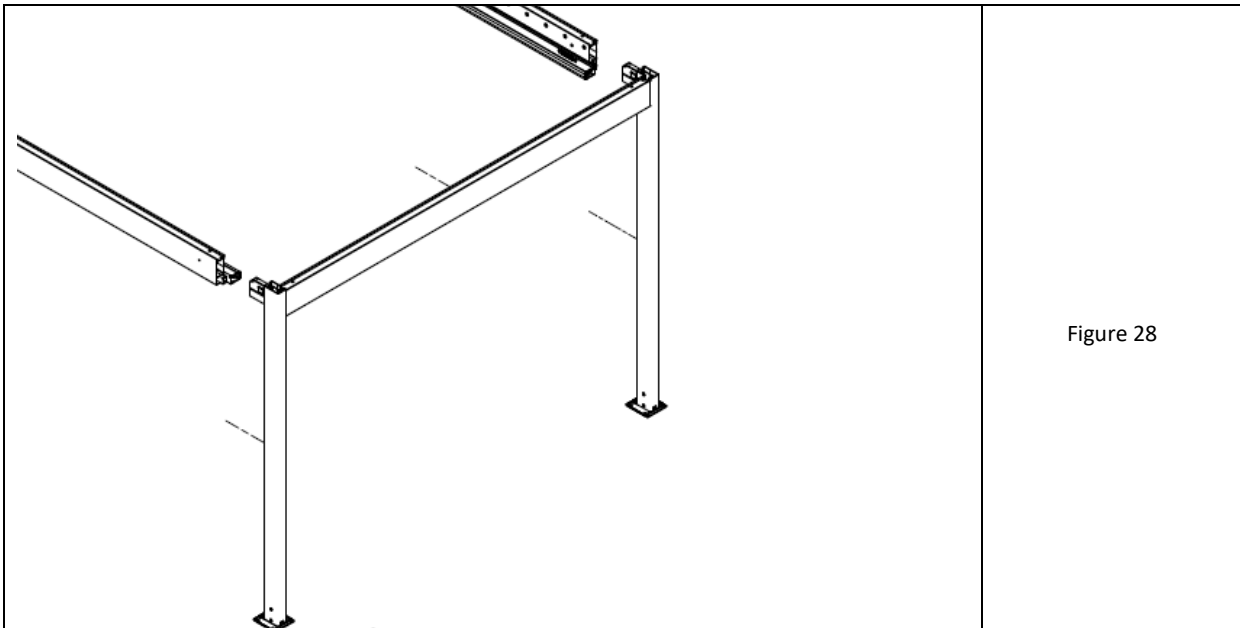

Figure 28
11. Glisser le cadre assemblé avec les os dans les chambres situées aux extrémités des barres longitudinales soutenues (Fig. 28). Notez l'insertion du tuyau d'évacuation droit des poutres longitudinales dans la fenêtre découpée dans le poteau sous les os.